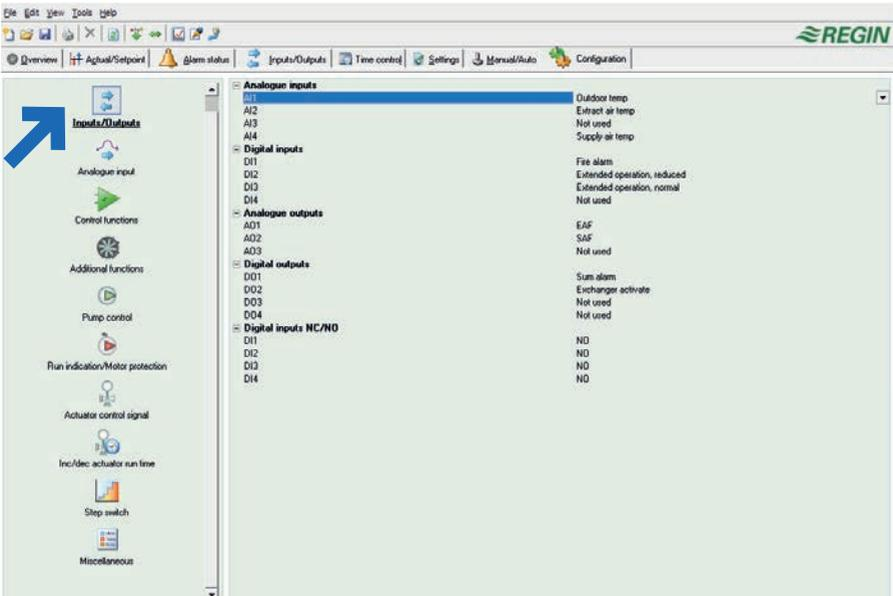

Figura 10
1. Ahora haz clic en  "Input/Output" como se muestra en la parte izquierda de la Figura 10. El menú "Input/Output" aparecerá ahora en la parte derecha de la pantalla.